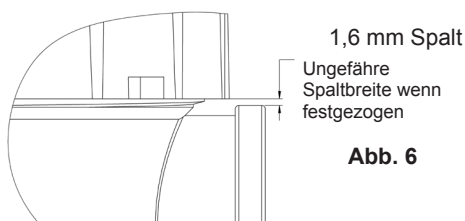

Abb. 6
5. Die Zählerkappe handfest anschrauben. Zur Prüfung der Festigkeit sollte zwischen Kappe und Rippe am Auslassanschluss ein 1,6 mm / 1/16" breiter Spalt sein. (Siehe Abb. 6).